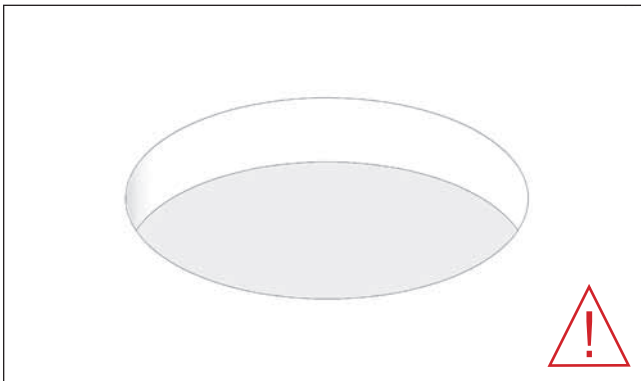
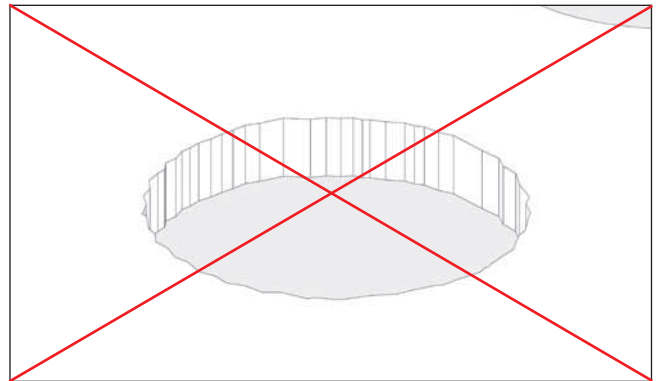

Fig. A1
Fig. A2
- Il profilo interno degli intagli circolari deve essere liscio e regolare (fig. A1). Eventuali irregolarità possono provocare crepe e rotture (fig. A2).